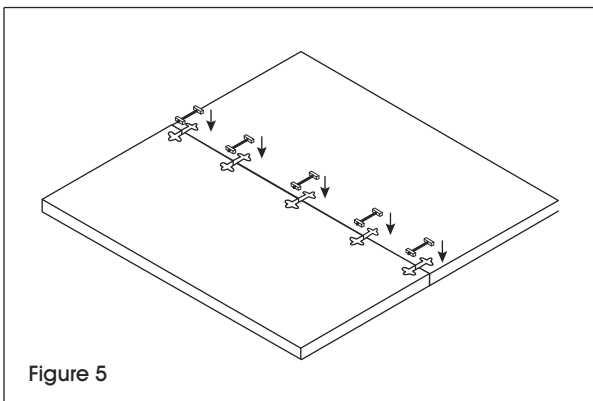

Figure 5
3. Placez une attache de fixation dans chaque fente d'assemblage. (Voir Figure 5)